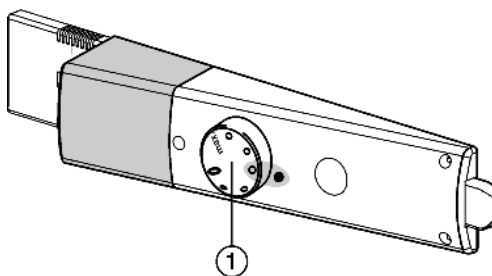

Fig. 2
- ▶ Temperaturregler *Fig. 2 (1)* nach rechts von Stellung 0 auf Punkt 3 drehen.
► Temperaturregler Fig. 2 (1) drehen.